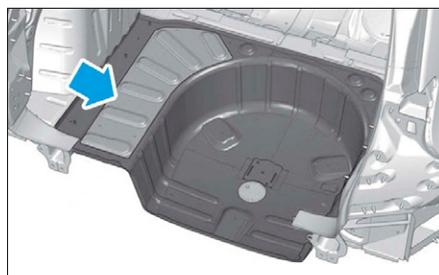

FIG. 210
- Poser une plaque insonorisante (3) en lieu et place du produit projeté d'origine (Fig.210).